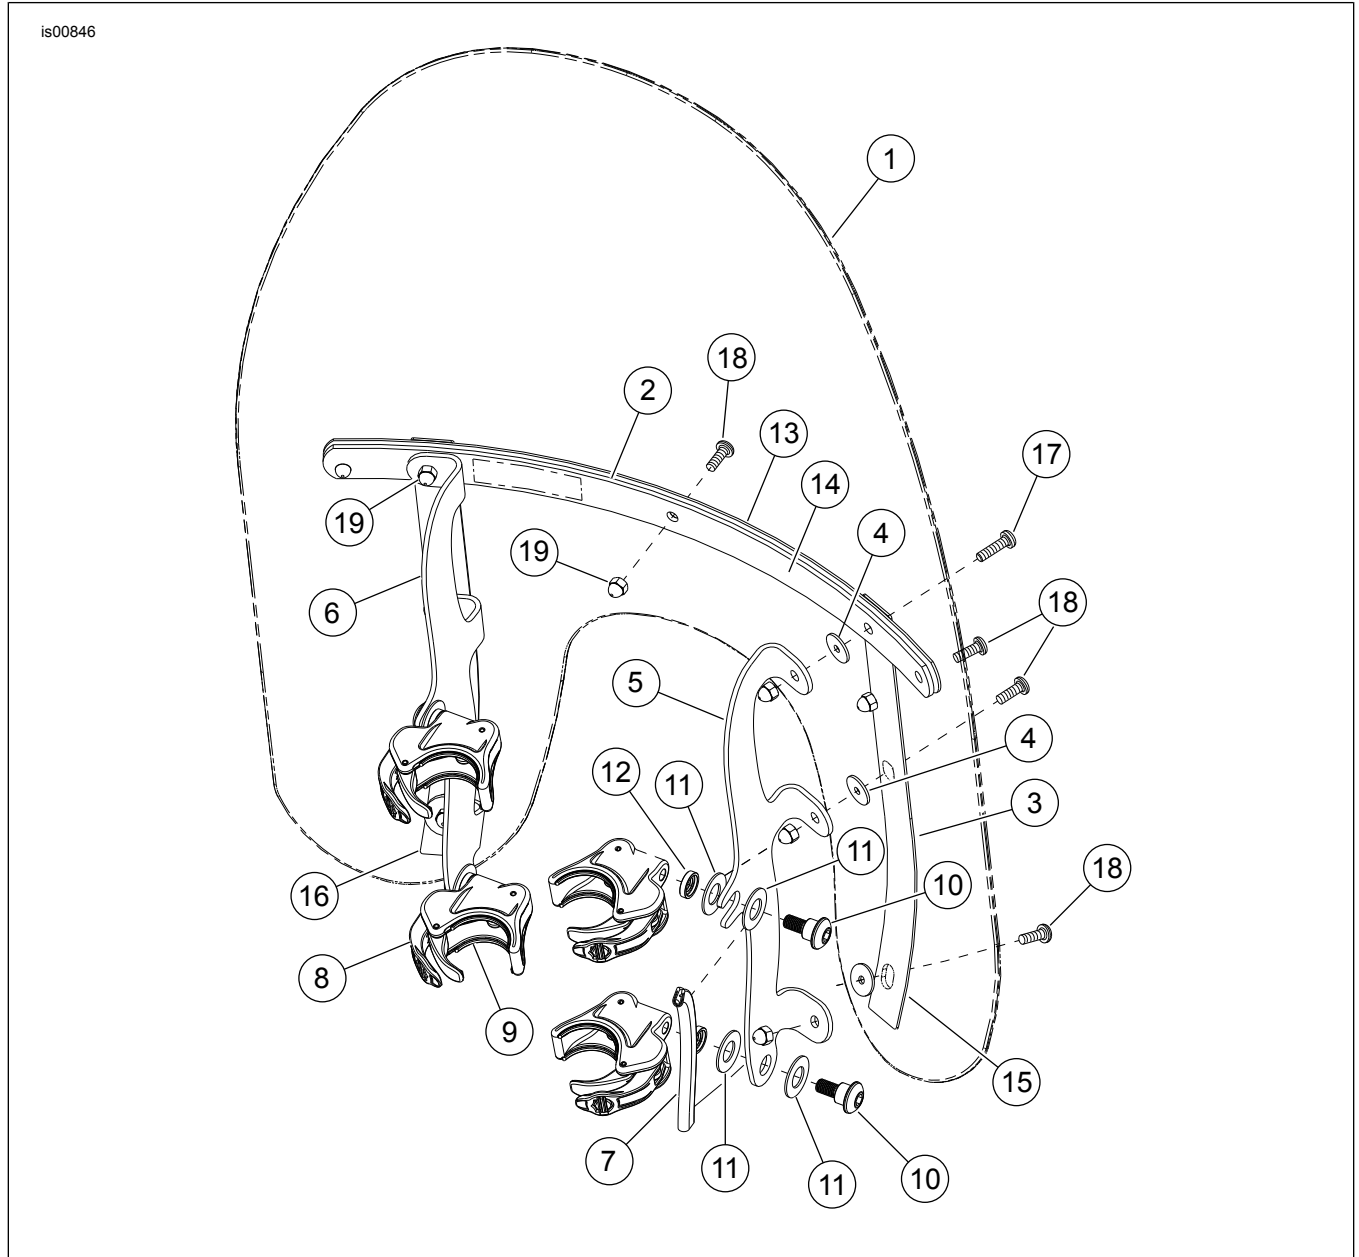

Figure 12. Pièces de rechange : Kits de pare-brise amovibles
2. Voir Figure 12 . Retirer les kits de bride et de visserie de l'emballage et séparer les pièces semblables avant le montage.
5. Voir Figure 12 . Installer la garniture de bord du support du pare-brise (7) pour le protéger contre le frottement des câbles de commande des gaz. La garniture devrait être installée entre les brides sur le côté droit du support du pare-brise, poussée contre la boulonnerie de montage de la bride supérieure. Tourner le guidon complètement vers les butées de gauche et de droite de la fourche pour confirmer que les câbles de commande des gaz ne sont pas gênés.